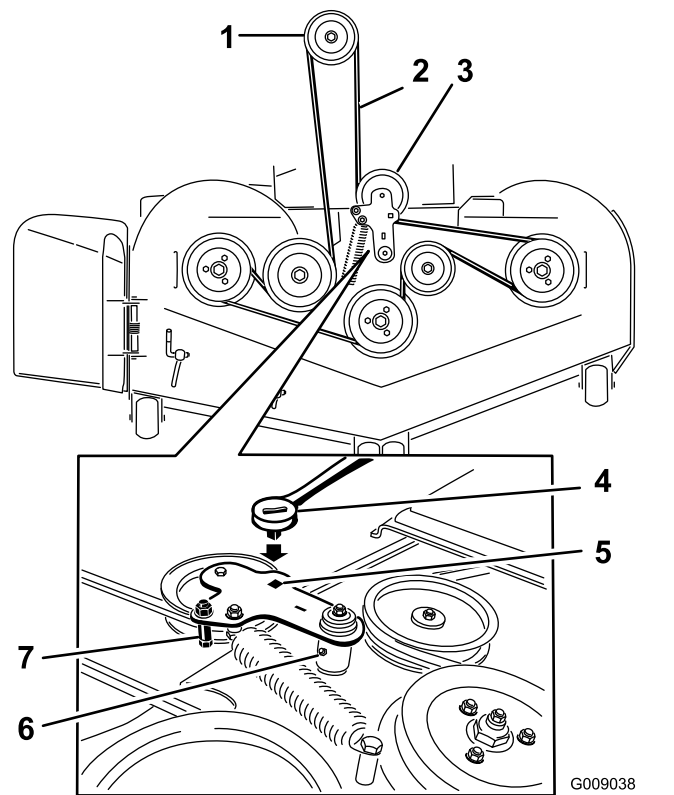

Bild 91
7. Setzen Sie eine Ratsche in das rechteckige Loch im Spannarm ein, um die Spannung an der Spannscheibenfeder zu lösen (Bild 91).
9. Nehmen Sie die Riemen Schutzvorrichtung am gefederten Spannarm ab (Bild 91).
11. Verlegen Sie den neuen Riemen um die Mähwerk- und Bremsspannscheiben unter dem Motor (Bild 91).
12. Legen Sie die Riemenführung auf den Spannarm (Bild 91).
13. Setzen Sie die Spannscheibenfeder mit der Ratsche im rechteckigen Loch ein (Bild 91).